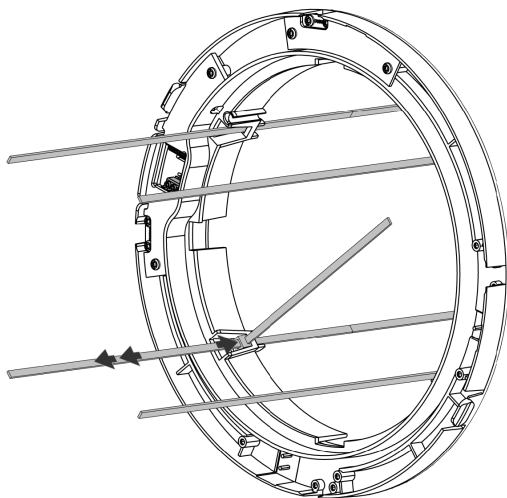

Figure 22 - Faites glisser les bandes.
3. Serrez le chapeau de façade contre le mur en tirant sur les bandes de montage, tout en faisant glisser les bandes supplémentaires une à une (voir Figure 22).